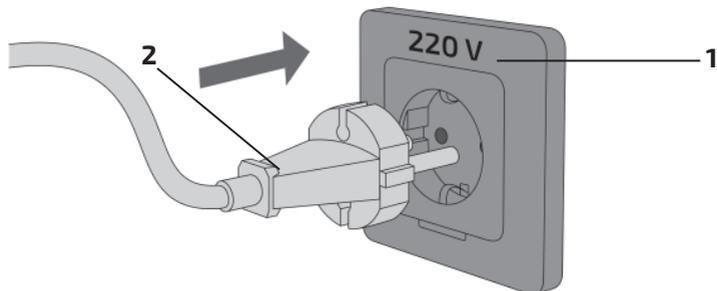

Рис. 9.0.2. Схема бытового подключения к сети 220 В.
1. Подсоедините сетевую кабель к электросети с требуемыми параметрами. Проверьте надежность соединения кабеля и сетевой розетки (см. рис. 9.0.2).